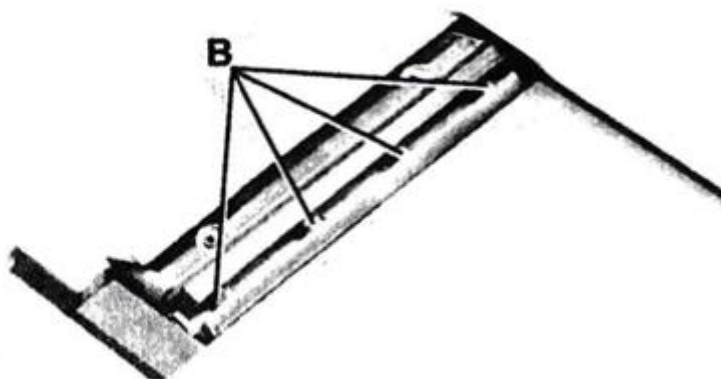

Рис. 49 Стопорные винты
2. Используя ключ, немного открутите четыре стопорные винта (В) в отверстиях каждого резца, поворачивая винты (В) по часовой стрелке. Это снимет нагрузку с режущей головки. Рис. 49.
3. Открутите винты (В) – Рис. 49 и демонтируйте резцы и стопорный пруток.
ВО ВРЕМЯ УСТАНОВКИ РЕЗЦОВ, ТАК ИХ КРАЯ ОЧЕНЬ ОСТРЫЕ. Опустите резец как можно ниже и затяните винты (В) – Рис. 49, повернув каждый винт против часовой стрелки до момента, когда резцы будут просто удерживаться в положении. Замените два оставшихся резца тем же способом. ПРИМЕЧАНИЕ: РЕЗЦЫ ДОЛЖНЫ БЫТЬ УСТАНОВЛЕНЫ ПРАВИЛЬНО, КАК ПОКАЗАНО НА Рис. 51.